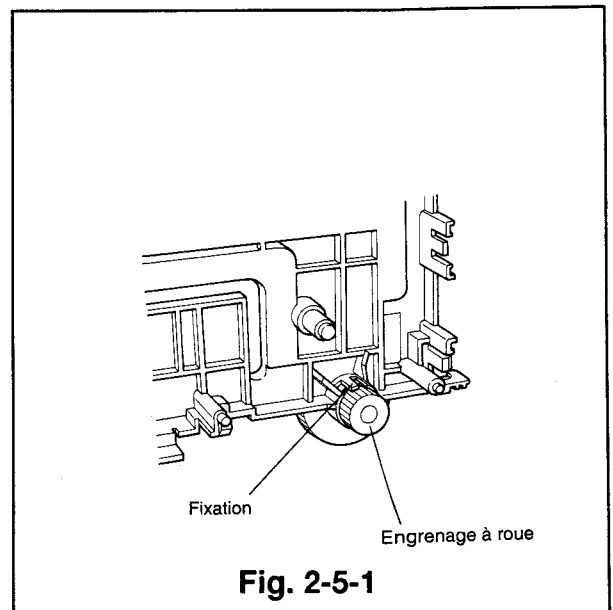

Fig. 2-5-1
- 3) Défaire la fixation indiquée dans la Fig. 2-5-1 pour enlever la roue d'engrenage.
- 1) Installer la roue d'engrenage sur la position illustrée dans la Fig. 2-5-1, par l'intérieur du logement de la cassette.